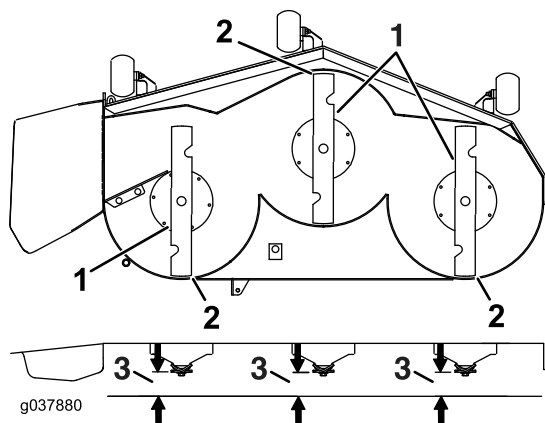

Figura 105
7. Compruebe el nivel longitudinal de la cuchilla (Figura 105). Asegúrese de que la punta de la cuchilla delantera está más abajo que la punta de la cuchilla trasera, como se muestra en *Altura de bloque y soporte*. Si se requieren ajustes, siga con este procedimiento.